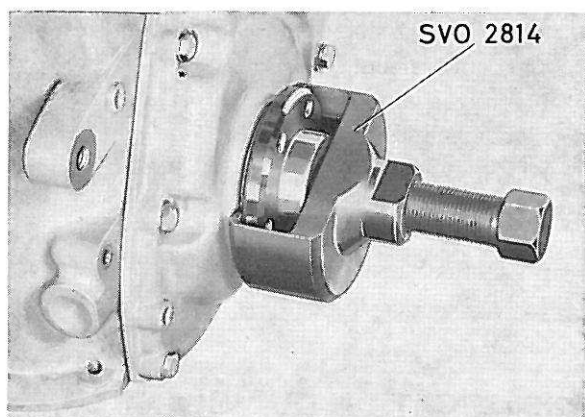

Figure 49. Démontage du moyeu "polygon"
3. Enlever la vis centrale et démonter la tête "polygon" en se servant de l'extracteur 2814, voir figure 49. Commencer par essayer pour voir si on peut retirer cette tête "polygon" à la main.
3. Enlever la vis centrale et déposer la tête "polygone" avec l'extracteur 2814, voir figure 49.